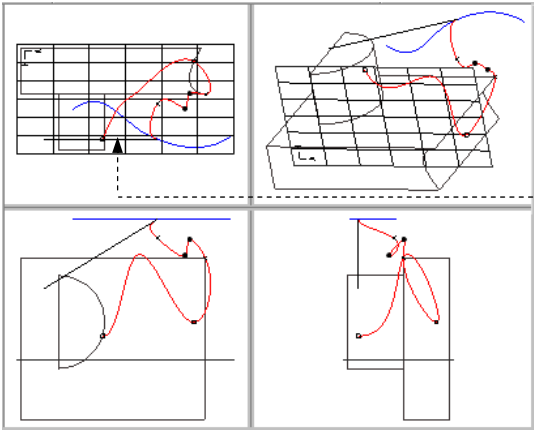

图 10.3.25 竖直 (Vertical)
- **竖直** (Vertical): 使相切指示线方向与活动平面中的竖直方向保持一致,仅能改变切线长度。此时在左上视图中,相切指示线的方向与图标的竖直(V)方向一致,如图 10.3.25 所示。